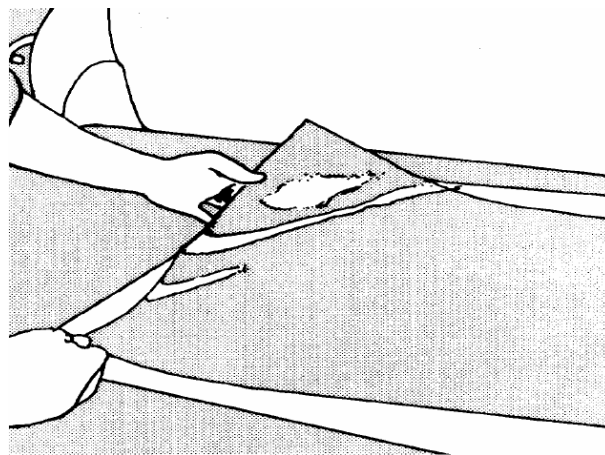

Рис. 3. Подъем и переворот пленки
7. Поднять пленку, перевернуть ее клеевым слоем вниз и наложить на смоченную основу, выровняв по имеющейся разметке (Рис. 3).